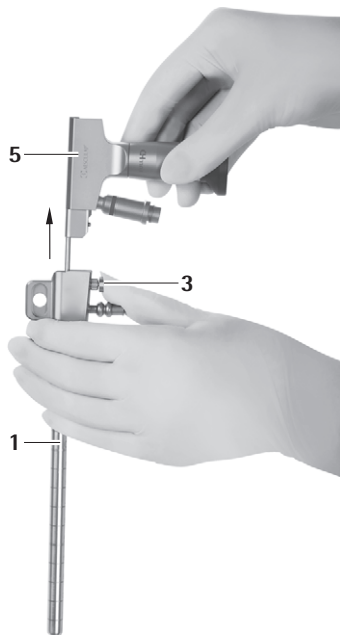

Fig. 8
- Tryk på udløserknappen **3** og træk endoskopet **5** ud af MINOP InVent-trokaren **1**, se Fig. 8.